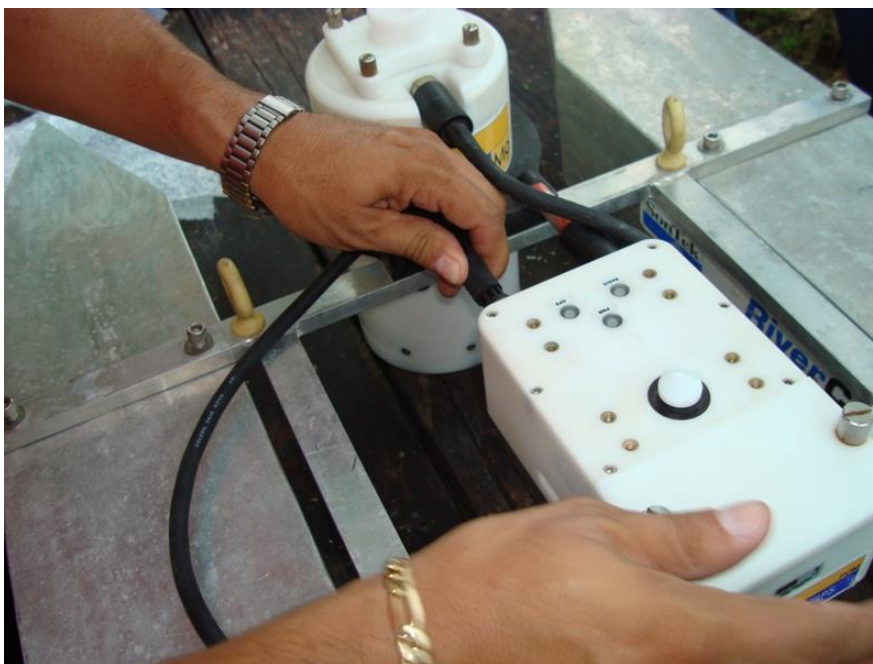

Figura 8. Conexiones entre un PD y el PCM con el cable de datos
3. Conecte, como se muestra en la figura 8, el conector macho de 8 pines de uno de los extremos del cable de datos (hasta que la cara esté alineada) con el conector hembra del PD. Conecte el otro extremo (hasta que la cara esté alineada) al conector hembra del PCM. En ambos casos apriete el protector de bloque de la conexión.